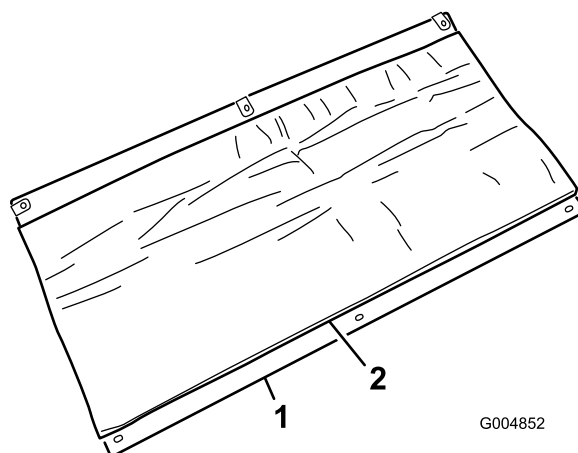

Figure 4
5. Retirez la pellicule protectrice et appliquez le matériau de protection thermique autocollant sur le côté moteur du panneau arrière, en le plaçant comme montré à la Figure 4. Ne reposez pas le panneau à ce stade.